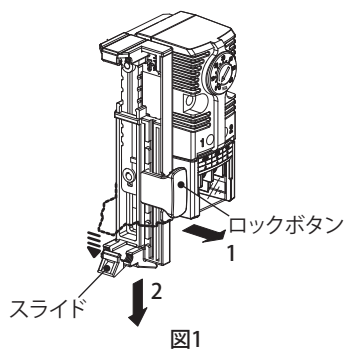

図1
1. ロックボタンをカチッと音がするまで引っ張り、スライドのロックを解除してください。(図1)
2. スライドを取り付けるファンのサイズよりも長くなるように引っ張ってください。(図1)